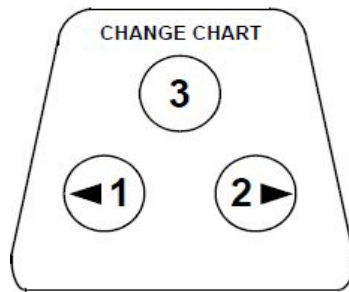

Abbildung 14. Schaltflächen
2. Drücken Sie die Schaltfläche (3 in *Abbildung 14*) und halten Sie sie ca. eine Sekunde lang gedrückt. Der Stift bewegt sich aus dem Messbereich.
3. Vergleichen Sie die vom Datenerfassungssystem erfasste Temperatur mit der gemessenen Temperatur. Justieren Sie gegebenenfalls das Datenerfassungssystem, indem Sie seine rechte und linke Schaltfläche (1 und 2 in *Abbildung 14*) ca. 5 Sekunden lang gedrückt halten.